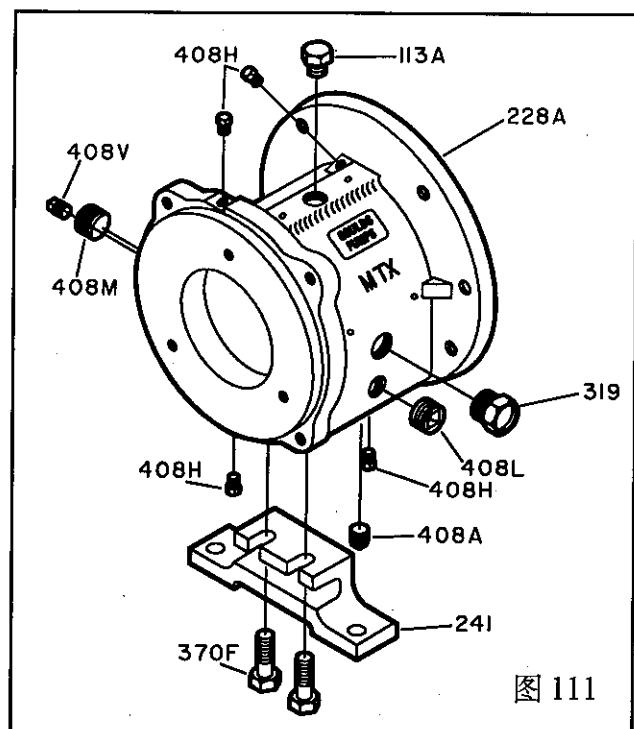

图 111
1. 将注油塞(113A)、排油塞(408A)、油标(319)、四个油雾连接塞(408H)或油脂接头(193)和油脂排出塞(113)、油冷却器进、出口塞(408L, 408M)安装到轴承箱(228A)上(图111)。